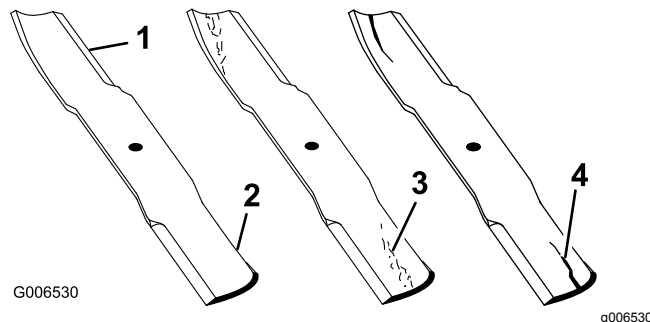

Figure 96
1. Examinez le tranchant des lames (Figure 96).
4. Remplacez immédiatement toute lame fendue, usée ou qui présente une entaille (Figure 96).